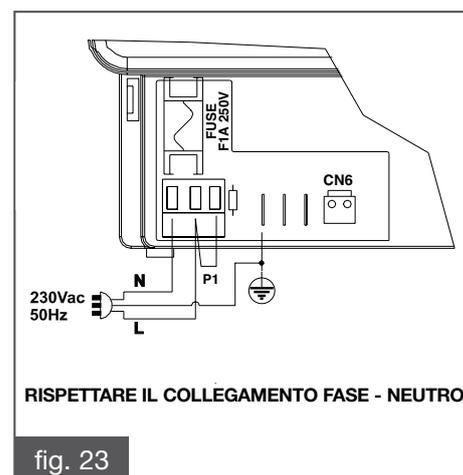

fig. 23
- Collegare i fili di FASE e NEUTRO rispettivamente ai morsetti L ed N della morsettiera. Con l'ausilio di un fast-on collegare il cavo di terra al morsetto **F2** (fig. 23). **Attenzione: in caso di inversione FASE con NEUTRO, la macchina non esegue correttamente la fase di accensione.**
- Verificare che sia montato il ponticello **P1** tra il secondo e terzo morsetto della morsettiera di alimentazione (fig. 23).
Per le opzioni 1) e 2) è sufficiente rimuovere il ponte elettrico P1 (fig. 23) presente sulla morsettiera di alimentazione e collegare il termostato ambiente remoto o il combinatore telefonico al morsetto libero (fig. 22).